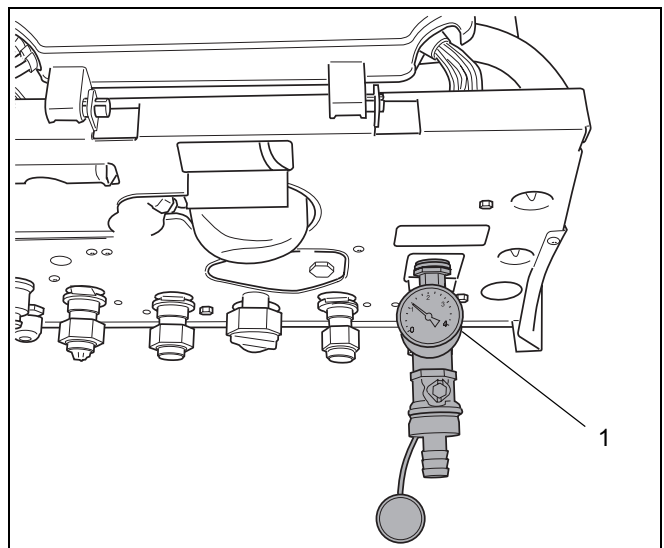

Fig. 7 Montarea robinetului de umplere pe partea dreaptă inferioară
- Montați manometrul de presiune cu robinet de umplere și golire (Fig. 7, Poz. 1).